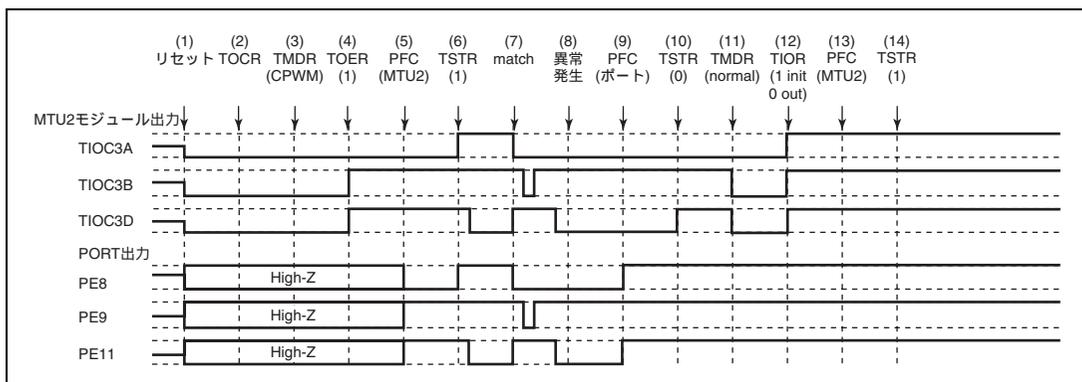

図 9.144 相補 PWM モードで異常が発生し、ノーマルモードで復帰する場合
相補 PWM モードで異常が発生し、再設定後ノーマルモードで再スタートする場合の説明図を図 9.144 に示します。
(1) ~ (10) は図 9.144 と共通です。
(11) PWM モード 1 を設定してください (MTU2 出力はローレベルとなります)。
(12) TIOR で端子を初期化してください (PWM モード 1 では TIOC*B 側は初期化されません)。
(13) PFC で MTU2 出力としてください。
(14) TSTR で再スタートします。
- (1) ~ (10) は図 9.144 と共通です。
- (11) PFC で MTU2 出力としてください。
- (12) TSTR で再スタートします。
- (13) コンペアマッチの発生により相補 PWM 波形を出力します。
- (11) ノーマルモードを設定し新しい設定値を設定してください (MTU2 出力はローレベルとなります)。
- (12) TOER でチャンネル 3、4 の出力を禁止してください。
- (13) TOCR で相補 PWM モードの出力レベルと周期出力の許可禁止を選択してください。
- (14) 相補 PWM を設定します。
- (15) TOER でチャンネル 3、4 の出力を許可してください。
- (16) PFC で MTU2 出力としてください。
- (17) TSTR で再スタートします。
- (11) ノーマルモードを設定してください (MTU2 出力はローレベルとなります)。
- (13) TOCR でリセット同期 PWM モードの出力レベルと周期出力の許可禁止を選択してください。
- (14) リセット同期 PWM を設定します。
- (17) TSTR で再起動します。
(26) リセット同期 PWM モードで動作中に異常が発生し、ノーマルモードで再スタートする場合の動作